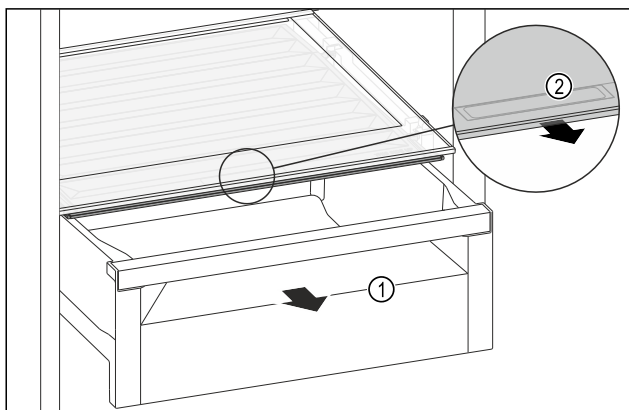

Fig. 206
- Dra ut utdragslådan Fig. 206 (1).
- Ta tag i fördjupningen Fig. 206 (2) på facklocket och dra samtidigt facklocket framåt.